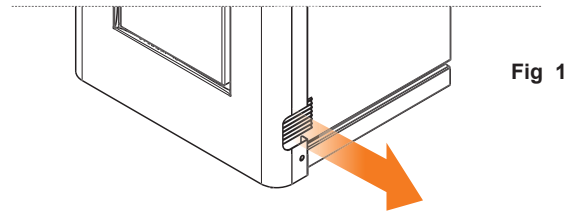

Fig 1
- Accrocher les dents du cadre dans les trous appropriés (Fig. 1).
Le poêle, sur les modèles prévus pour la canalisation, est équipé de 2 ventilateurs centrifuges adaptés pour canaliser l'air dans des environnements limitrophes. De série, l'air sort des grilles placées sur les côtés avec un flux d'air de 45° par rapport à la partie frontale. (Fig. 1)